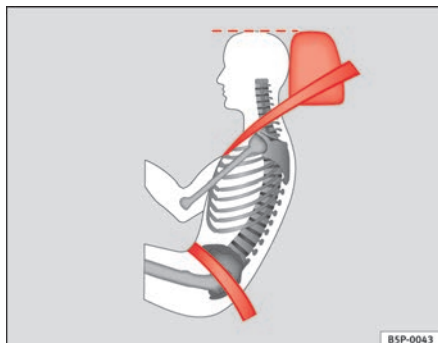

Fig. 13 Posição da faixa do cinto de segurança e do encosto de cabeça regulados correctamente, vistos de lado
- A faixa inferior do cinto de segurança deve passar na zona pélvica, mas nunca por cima do abdómen. O cinto de segurança deve ficar direito e bem ajustado à zona pélvica ⇒ **fig. 13.** Se necessário, encurtar um pouco a faixa do cinto de segurança.